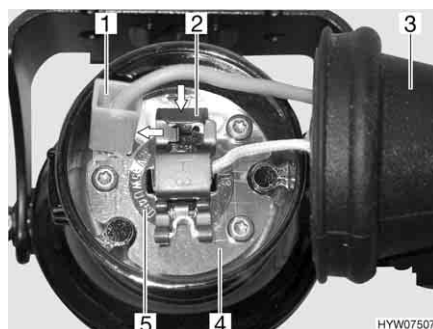

Fig. 174 Luce fendinebbia
- Afferrare dietro la luce fendinebbia e togliere il copripolvere di gomma (Fig. 174,3) dall'involucro (Fig. 174,4).
- Togliere il cavo negativo (Fig. 174,1) dall'involucro.
- Premere la graffa di supporto (Fig. 174,2) per sganciarla e spingerla di lato.
- Estrarre dall'involucro la lampada ad incandescenza (Fig. 174,5) con il cavo.